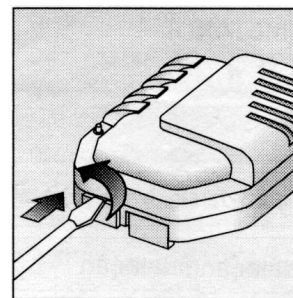

Рисунок 2.
1. Открыть корпус, аккуратно нажав и повернув отверткой в отверстие с левой нижней стороны сигнализатора (рисунок 2).